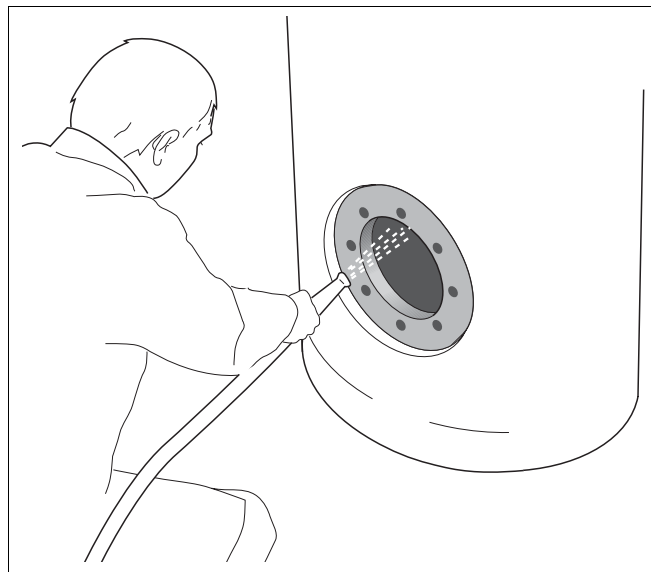

Fig. 11 Pulizia dell'accumulatore con acqua
- Spruzzare all'interno dell'accumulatore d'acqua calda un forte getto di acqua fredda (ca. 4 – 5 bar di sovrappressione) (fig. 11).